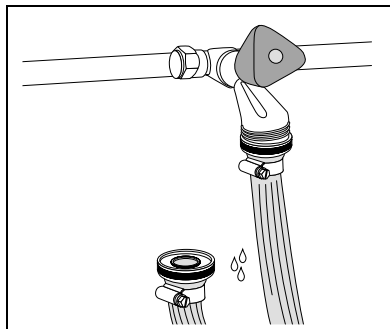

Fig. 12 Påfyldning af slangen
- Slut slangen til vandhanen, og fyld med vand (fig. 12).